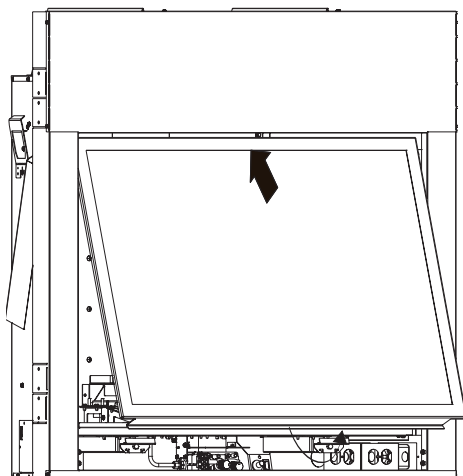

Figure 19
3. Tirer ensuite la vitre encadrée à sa partie inférieure et l'incliner puis la soulever pour la décrocher et la déposer. Voir Figure 19.
8. Réinstaller la vitre et l'écran de sécurité encadrés déposés à l'étape 3. **Voir Figure 19.**